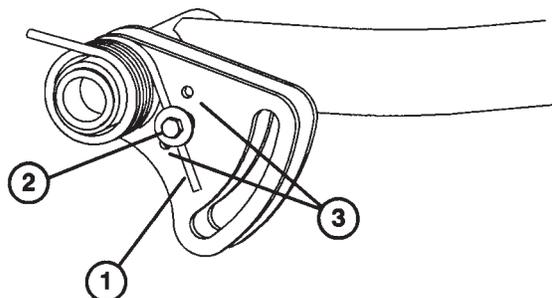

図29
2. スプリングの張力をゆるめながら、キャップスクリュとロックナットを外す (図29)。
3. スプリングの張力をゆるめながら、スプリング・ブラケットを希望位置に移動し、キャップスクリュとロックナットで固定する (図29)